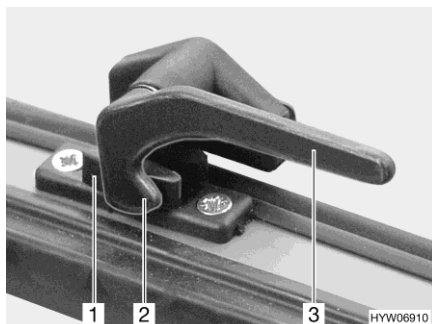

Bild 38 Verriegelungshebel (Stellung "geschlossen")
- Alle Verriegelungshebel (Bild 38,3) eine viertel Umdrehung zur Fenstermitte hin drehen.
- Alle Verriegelungshebel (Bild 38,3) eine viertel Umdrehung zum Fensterrahmen hin drehen. Die Verriegelungsnase (Bild 38,2) liegt jeweils auf der Innenseite der Fensterverriegelung (Bild 38,1).
- in Stellung "fest verschlossen" (Bild 38)